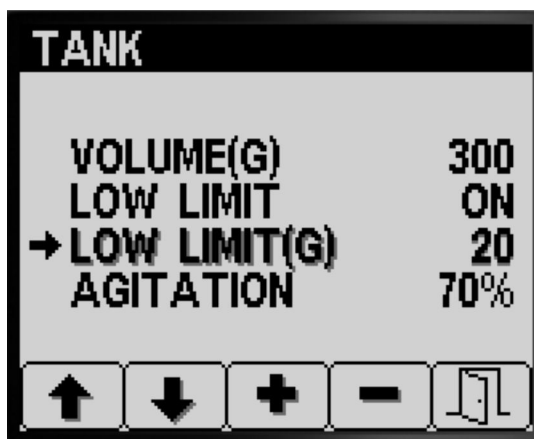

图 14
- 按 1 号或 2 号按钮可导航至 LOW LIMIT 下限容量选项图 14。
- 按 4 号按钮可选择 LOW LIMIT 下限液量条目图 14。
- 按 3 号或 4 号按钮可升高或降低在 InfoCenter 信息中心上显示的限值指示图标的阈值容量图 14。